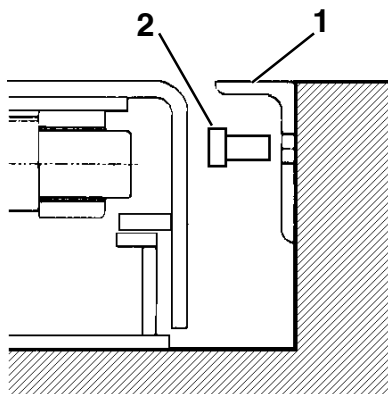

Fig. 18
N.B. Dopo avere fissato il ponte, forare con punta Ø9 per fissare l'angolare 1 (Fig. 18) mediante gli appositi tasselli 2.
piece 1 (Fig. 18) using the relative plugs 2.
Winkelstück 1 (Abb. 18) mit den passenden Dübeln 2 befestigen.
Den Stecker A der Abb. 10 aus der Klemme ziehen. Auf diese Weise wird der Druckwächter aktiviert. Die Taste "Heben" betätigen und die Hebebühne auf die max. Höhe fahren. Die Taste "Senken" betätigen. Die Hebebühne fährt herunter und hält auf ca. 10-15 cm über dem Boden an (den Mikroschalter FC2 so einstellen, dass diese Funktion erfolgt). Nun die Taste avec une pointe de diamètre 9 pour fixer la cornière 1 (Fig. 18) en utilisant les chevilles appropriées 2.
NOTA: Una vez fijado el puente, agujerear con un taladro de diámetro 9 para sujetar el angular 1 (Fig. 18) con los tacos apropiados 2.